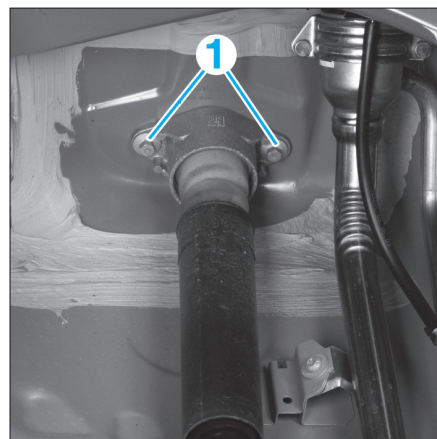

Fig. 21
- Déposer les vis (1) fixant la partie supérieure de l'amortisseur (Fig.21).